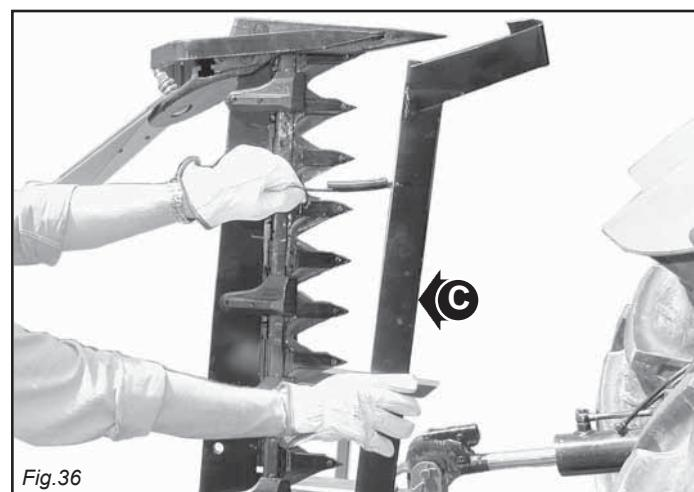

Fig. 36
- Установите защитный кожух режущих ножей и наружного барабана (C, Рис. 36).